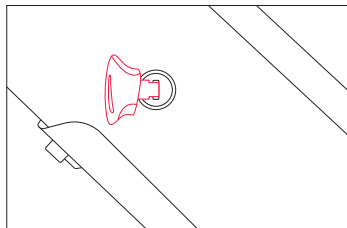
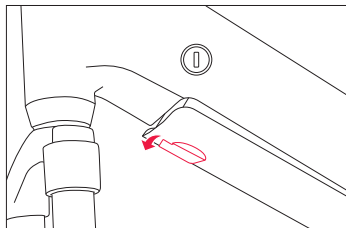

Abbildung 3
Abbildung 4
**Schritt 2:** Verwenden Sie den Schlüssel, um den Akku zu entriegeln (Abb. 3). Halten Sie den Akku mit einer Hand fest und nehmen Sie ihn heraus, indem Sie den Entriegelungsschalter an der Unterseite des Rahmens drehen (Abb. 4).